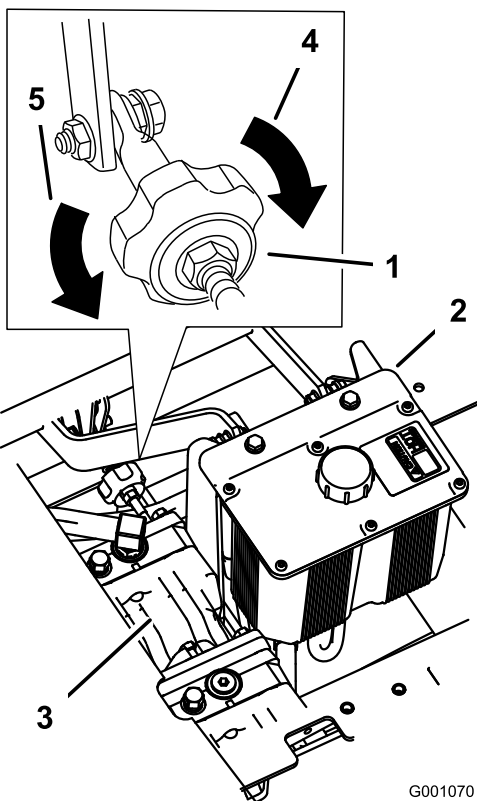

Figura 81
2. Regolate la lunghezza dell'asta della pompa facendo girare nella direzione opportuna la manopola, finché la ruota si ferma o si sposta leggermente indietro (Figura 81).